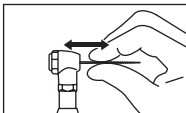

Fig. 3
- Zum Überprüfen des festen Halts vor dem Gebrauch an der Feile ziehen. (Abb. 3)